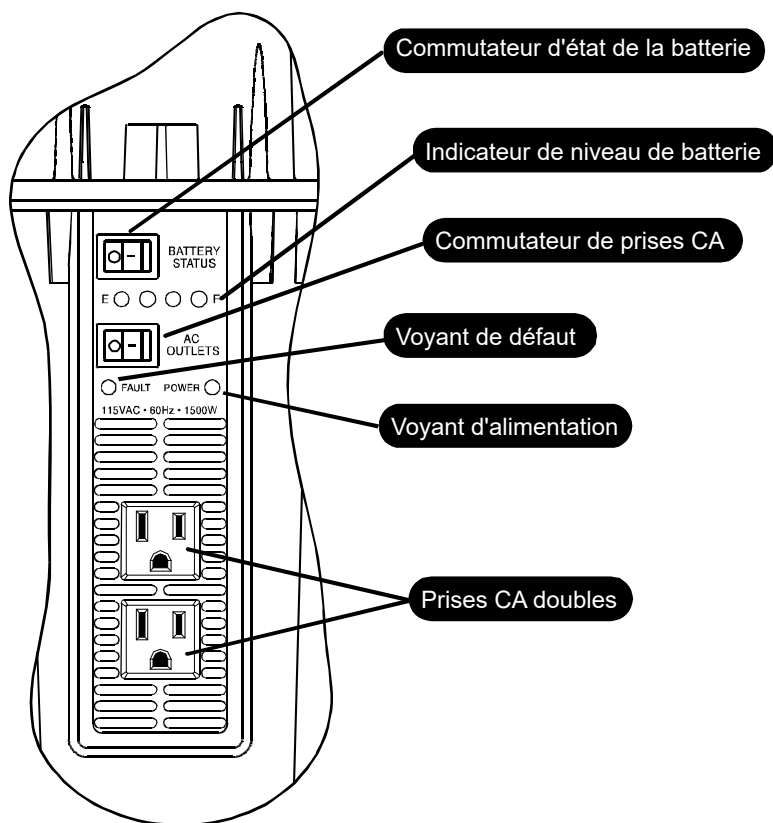

Figure 2-1 Panneau d'alimentation CA
1. Allumez l'interrupteur des prises CA situé sur le panneau d'alimentation CA. Le voyant vert POWER s'allume pour confirmer que l'alimentation CA est maintenant activée et disponible sur les deux prises CA. Voir Figure 2-1, “Panneau d'alimentation CA” on page 2–5.